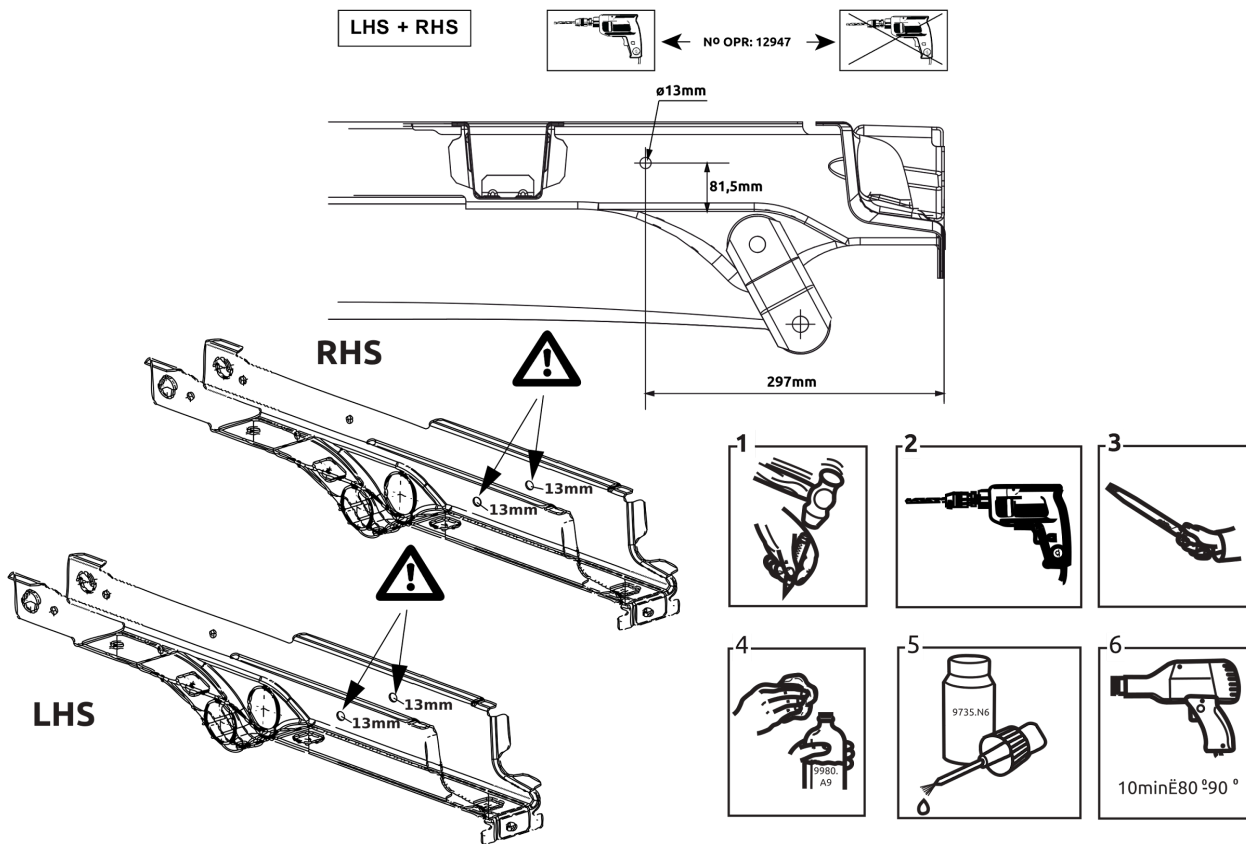

Fig. 2
6. L4 Vehicle: Просверлить отверстие диаметром 13 мм, как указано на рис. 2.